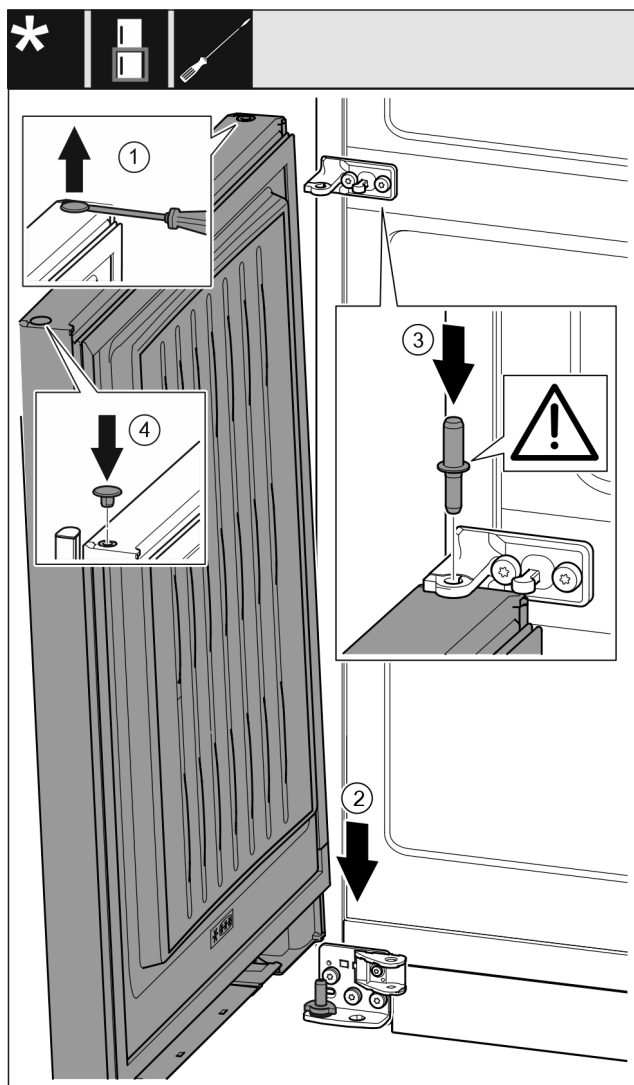

Fig. 35
- Zátku Fig. 35 (1) opatrně nadzvedněte plochým šroubovákem a vytáhněte.
- Dveře Fig. 35 (2) nasad'te shora na dolní ložiskový čep.
- Prostřední ložiskový čep Fig. 35 (3) vložte do dolních dveří přes prostřední stojan ložiska. Přitom dávejte pozor, aby zajišťovací vačka směřovala dozadu.
- Zátku Fig. 35 (4) opět vložte na druhé straně dveří.